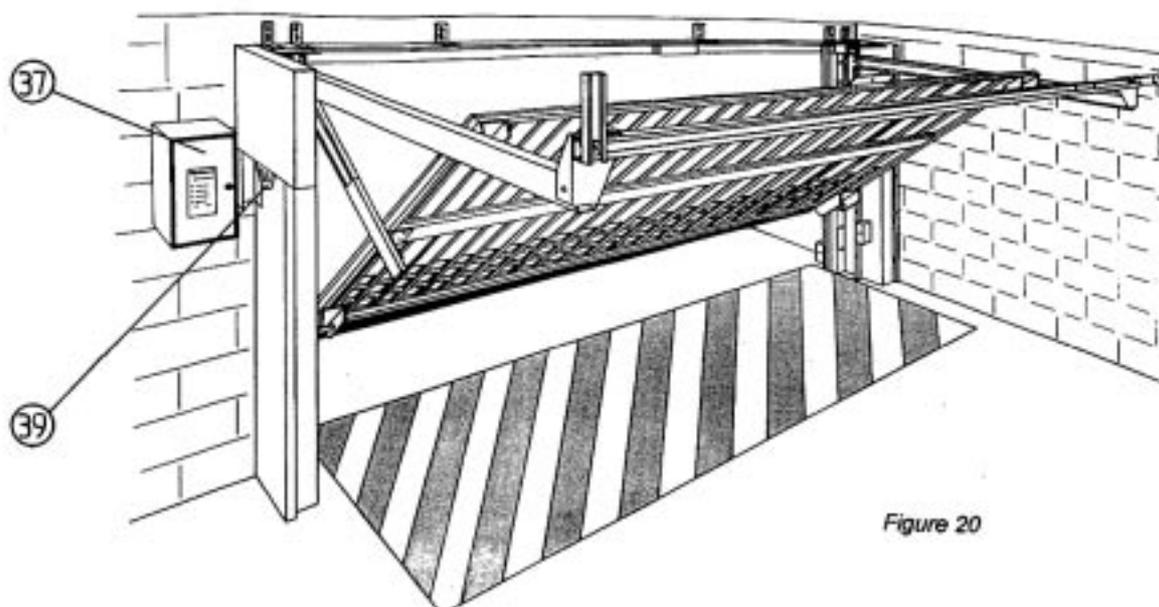

Figure 20
- 11) Fixer l'armoire de commande TJ 997 (37) contre le mur à proximité de la motorisation . (attention au débattement du bras dans le cas d'une porte en tunnel ). Figure 20
- 12) Installer les feux clignotants oranges : le feu intérieur (39) est à fixer sous le châssis moteur -Figure 20